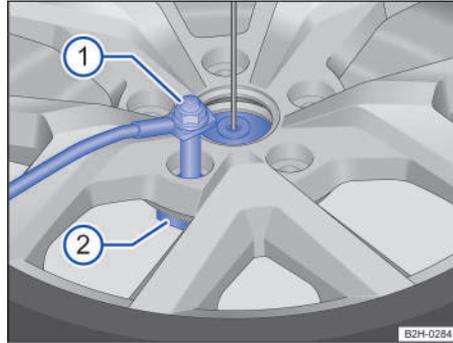

Fig. 201 Rueda de repuesto o de emergencia: colocar el tornillo de seguridad.
1. Enrosque el tornillo de seguridad → fig. 201 ① en el soporte para llantas en el sentido de las agujas del reloj.